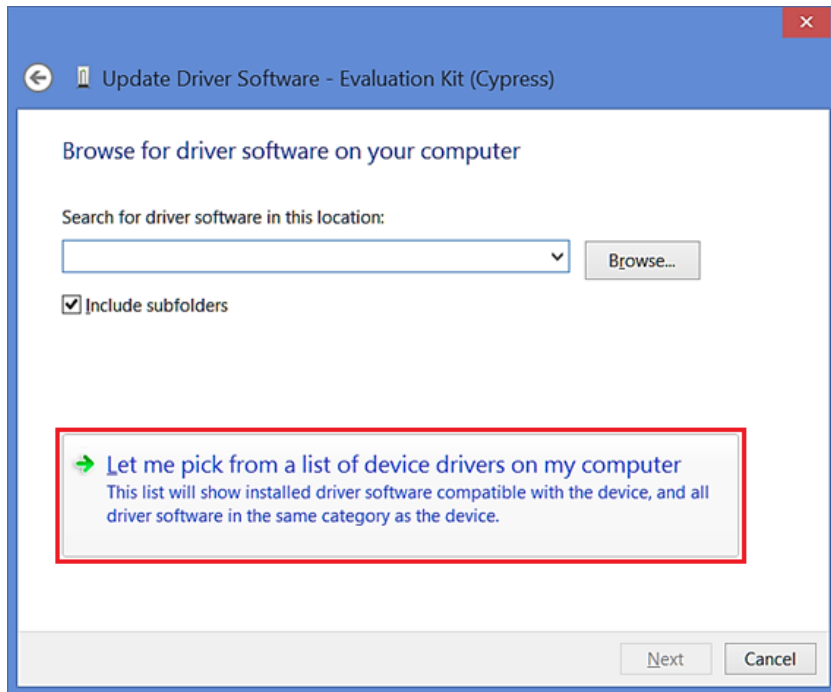

Figure 90. ドライバソフトウェアの更新- 2
5. 「Let me pick from a list of device drivers on my computer」を選択します:(Figure 90)。